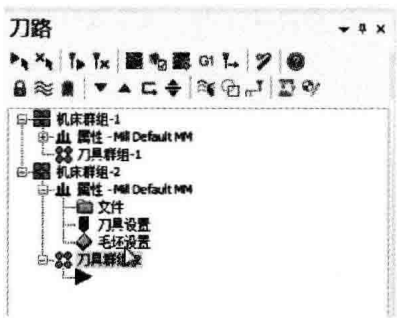

图 2.1.4 进入毛坯设置
(3) 毛坯设置 在左侧的【刀路】面板中，打开【机床群组】→【属性】→【毛坯设置】（如图 2.1.4 进入毛坯设置）。